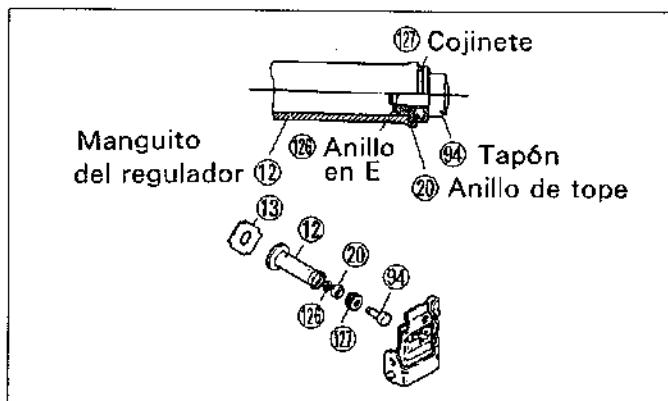
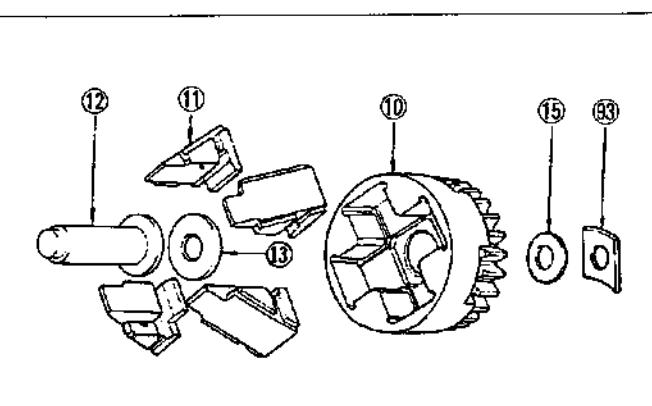

Figura.14-42 Montaje del regulador ②
Figura.14-45 Conjunto del contrapeso
- b. El otro tipo incorpora un cojinete (127). El tapón, arandela, cojinete, segunda arandela y anillo de tope se montan y retienen con un anillo en "E". (Vea la figura.14-42 y 14-43) El conjunto del tapón y cojinete se presionan al manguito del regulador. (Vea la figura.14-45)
(2) Monte los contrapesos ⑪, arandela de empuje ⑬, y manguito del regulador ⑫, (manguito incluyendo el tapón) en el soporte del contrapeso ⑩. (Vea la figura.14-45)
2. Hay dos tipos de arandela de empuje ⑬. El tipo antiguo tiene una forma de () como se muestra aguá, y el tipo nuevo se ilustra en la figura.14-45.
(3) Instale el eje del regulador, junto con un nuevo anillo "O" en la caja de la bomba. El eje pasa por la caja, arandela de ajuste ⑯, arandela del contrapeso ⑮, por el conjunto de contrapeso, y al manguito ⑫. (Vea la figura.14-45)